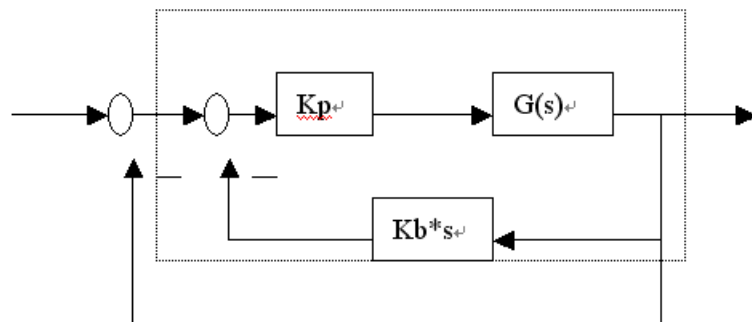

图 8.64 题 8.5 图
8.5 图 8.64 所示是简单的飞行控制系统, 试建立此动态系统的 Simulink 模型, 并进行简单的仿真分析。